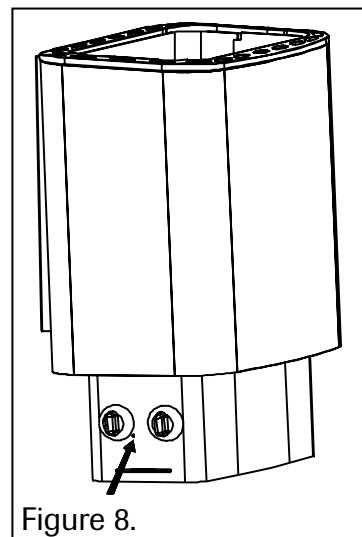

Figure 8.
- Si la température du sauna augmente dangereusement, le régulateur de température éteint le poêle. Le régulateur de température peut être remis en marche en pressant un bouton dans le trou avec un diamètre de 3mm à l'extrémité de la boîte électrique (Figure 8).